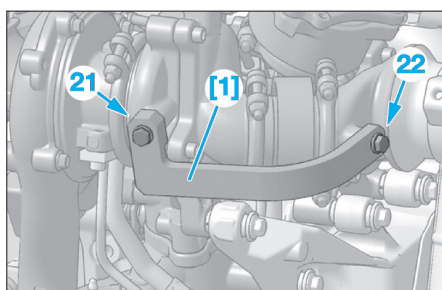

Fig. 77
- [1]. Outil de maintien de l'assemblage des éléments du biturbocompresseur (ref. 0188-A.L) (Fig.77).
- Poser l'outil [1] sur le biturbocompresseur à l'aide de vis (21) et (22) (Fig.77).